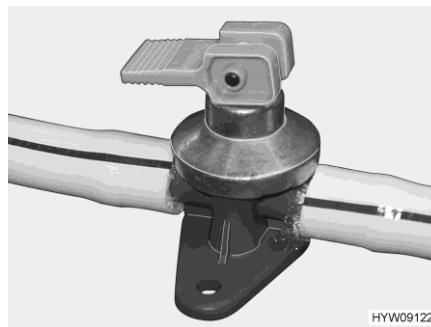
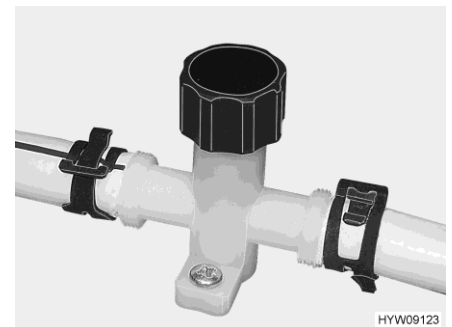

Bild 87 Ablasshahn (Boiler Truma)
Bild 88 Ablasshahn (Wasserleitung)
- Alle Ablasshähne (Bild 88 bzw. Bild 87) schließen.
- Alle Ablasshähne (Bild 87 bzw. Bild 88) öffnen.